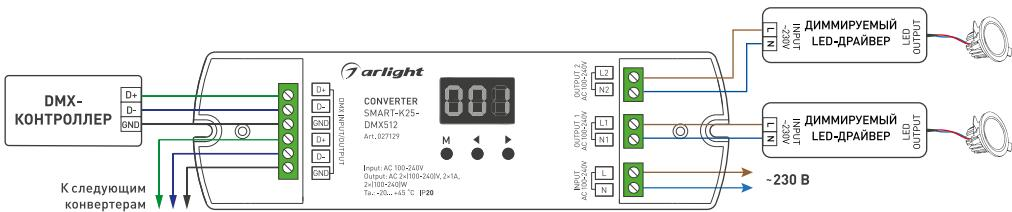

Рисунок 1. Подключение конвертера SMART-K25-DMX
- 3.2. Подключите конвертер согласно схеме [рисунок 1].